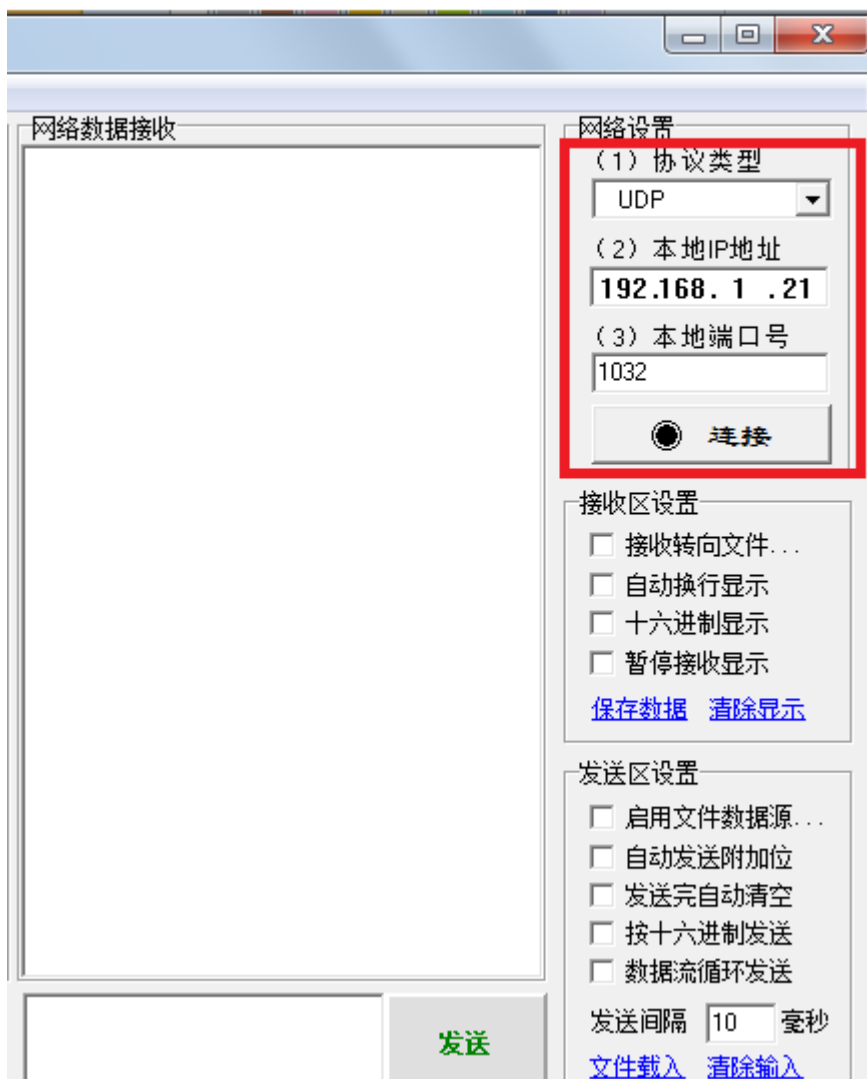

图 20 UDP 设置
- （2）打开软件“USR-TCP232-Test.exe”，并设置如图 20 所示。
- （4）点击图 20 的“连接”，则会看到开发板发来的数据，如图 21 所示。